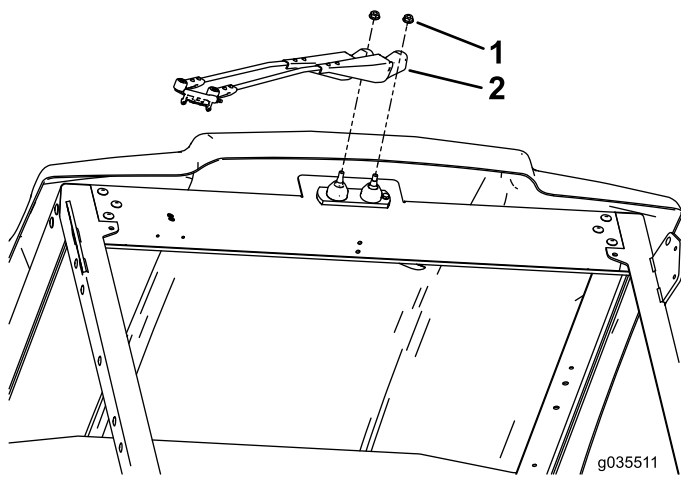

Figura 3
3. Fissate il braccio del tergicristallo con 2 dadi di bloccaggio grandi e serrate i dadi tra 23 e 25 N·m, come illustrato nella Figura 3.